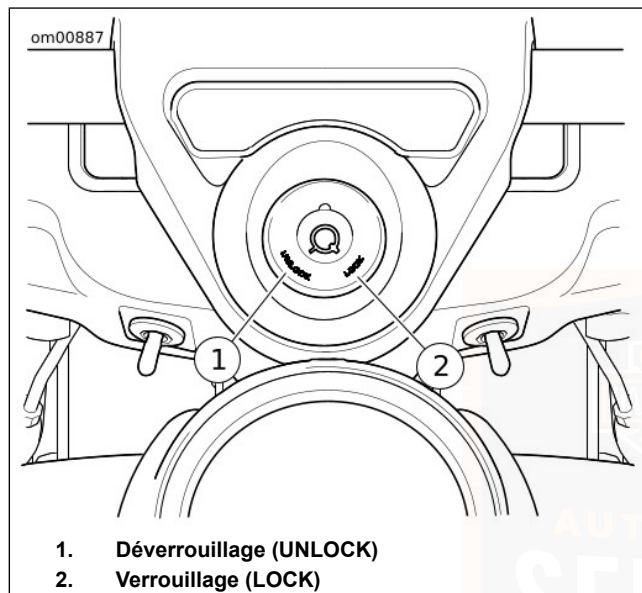

Figure 5. Verrou de fourche : FLHR/FLHRC
Voir Figure 5. Sur les modèles FLHR/FLHRC, le verrouillage de fourche est situé en haut de la colonne de direction, derrière la nacelle de phare, incorporé dans le couvercle de bride du guidon.
2. Voir Figure 5. Introduire la clé et la tourner dans le sens antihoraire pour la mettre en position verrouillée (LOCK). Retirer la clé.